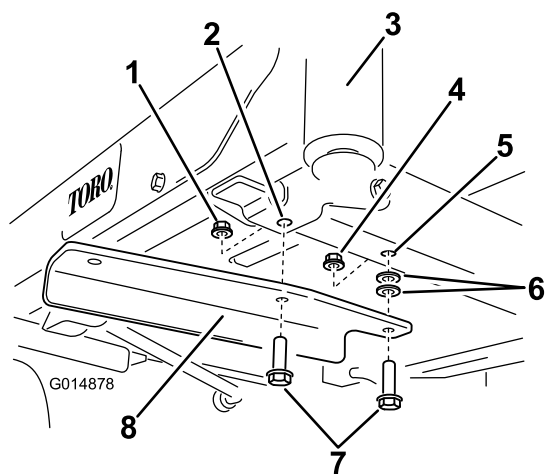

Figura 5
3. Assicurate la staffa al telaio mediante due bulloni (3/8 x 1-1/4 pollici), due rondelle e due dadi di bloccaggio (3/8 pollice) (Figura 5). Uno dei dadi di bloccaggio è a corredo nelle parti sciolte, l'altro è quello precedentemente rimosso.